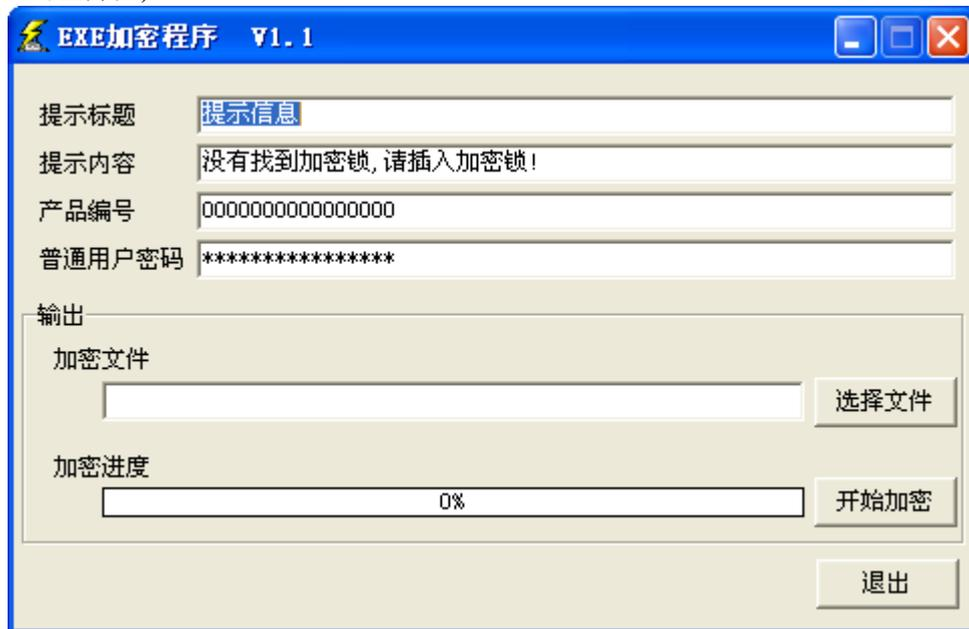

图 7.8 NTShell 主界面
3. 双击“D:\NT141 EXE文件加密\NTShell.exe”文件，将会弹出如图7.8所示的对话框 (NTShell的主界面)。